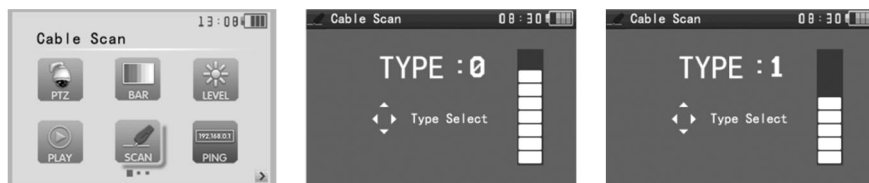

Рис. 20 Подменю Cable Scan
4. С помощью кнопок   выберите тип звукового сигнала (Рис. 20).